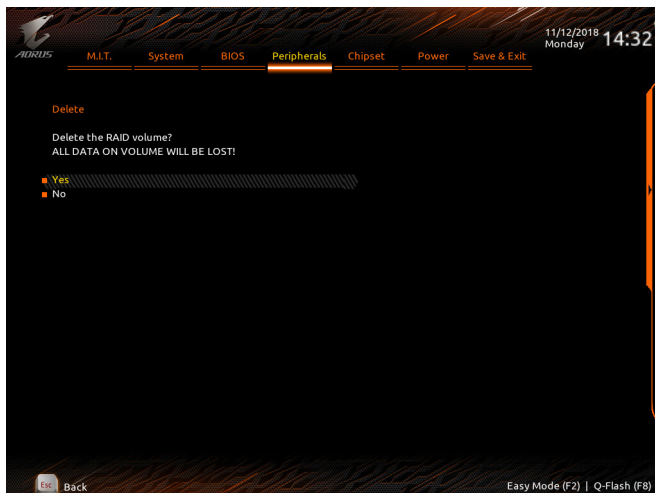

図 5
RAID アレイを削除するには、Intel(R) Rapid Storage Technology 画面において削除するボリューム上で <Enter> を押します。RAID VOLUME INFO 画面に入ったら、Delete で <Enter> を押して Delete 画面に入ります。Yes で <Enter> を押します (図 5)。